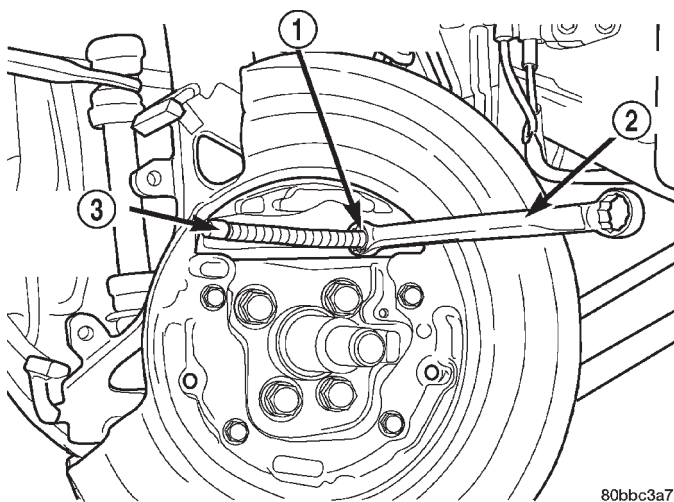

Fig. 35 Desmontaje del cable de freno de estacionamiento
• Retire el cable del freno de estacionamiento del adaptador del freno de disco trasero. El cable del freno de estacionamiento puede desmontarse del adaptador del freno de disco utilizando una llave de tubo acodada de 12,7 mm (½ pulg.) para comprimir las garras de retención del retenedor del cable del freno de estacionamiento (Fig. 35).
(19) Retire las tuercas y a continuación el soporte de encaminamiento del cable del freno de estacionamiento de los pernos de instalación del montante tensor.
(20) Retire el cable del freno de estacionamiento y las arandelas de goma de junta del suelo de la carrocería del vehículo.